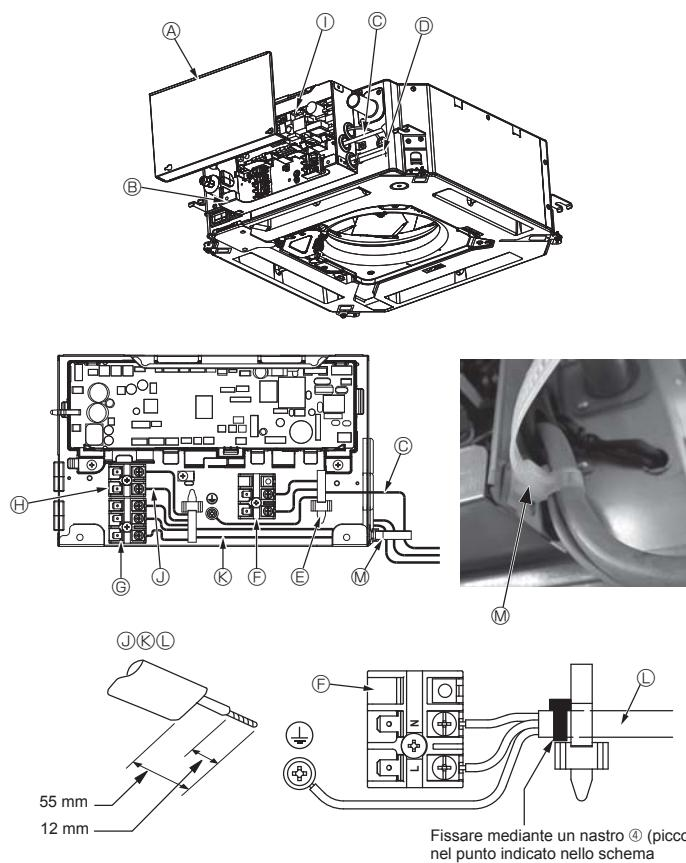
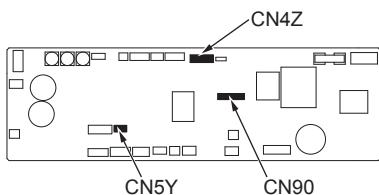
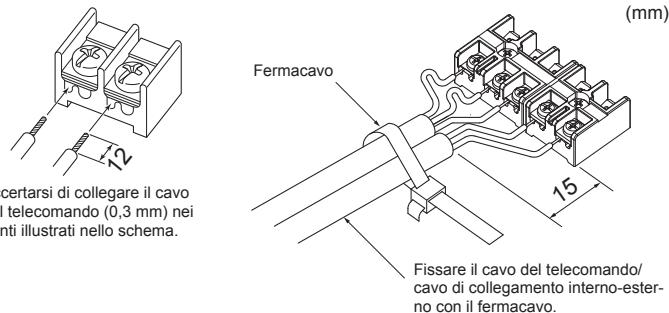

Fig. 4-1
Fig. 4-2
Fig. 4-3
4.1. Sezione interna (Fig. 4-1, Fig. 4-2, Fig. 4-3)